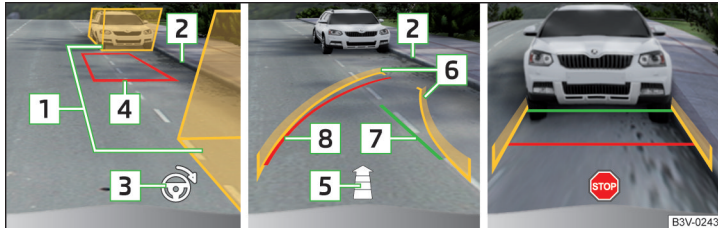

Abb. 179 Displayanzeige
- Das Fahrzeug so anhalten, dass sich kein Hindernis in der Lücke zwischen den Hilfsboxen **1**  **» Abb. 179** befindet und die hintere Box nicht über die seitliche Begrenzung der Parklücke (z. B. Bordstein) **2**  hinausreicht.